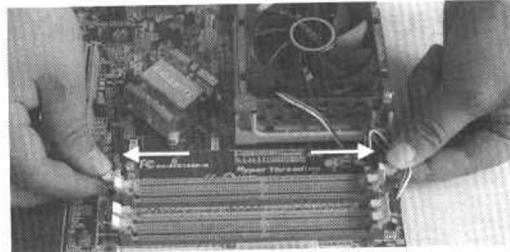

图 1-21 掰开 DIMM 插槽两边的卡子
- ① 先用手掰开主板上 DIMM 插槽两边的两个灰白色的固定的卡子，如图 1-21 所示。记住一定要扳到底，否则内存条可能装不上。